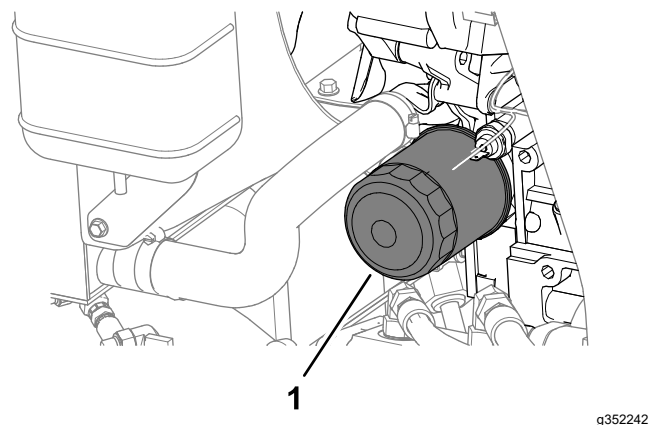

Bild 66
4. Entfernen Sie den Ölfilter (Bild 66).